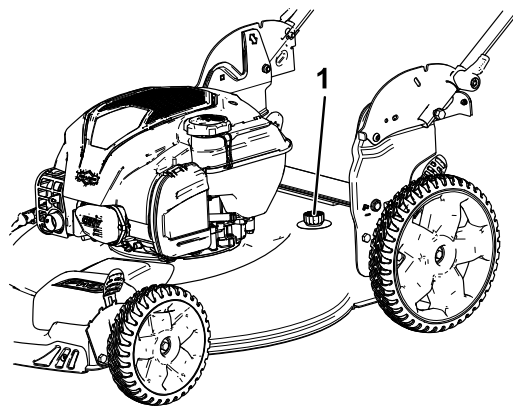

Рисунок 17
5. Присоедините садовый шланг, подключенный к источнику воды, к промывочному отверстию в корпусе (Рисунок 17).